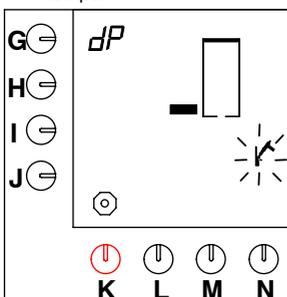

Fig. 24 Primo livello del programma di disincrostazione dell'impianto di acqua calda
- Sullo schermo viene visualizzato il blocco del primo livello e lampeggia il simbolo del martello (vedere fig. 24 ).